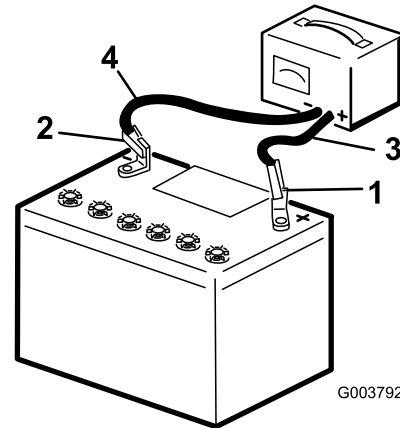

Рисунок 33
2. Заряжайте аккумулятор в течение 10-15 минут током 25-30 Ампер, или 30 минут током 4-6 Ампер (Рисунок 33). Не допускайте избыточного заряда аккумулятора.
3. После полной зарядки аккумулятора отсоедините зарядное устройство от электророзетки, а затем отсоедините провода зарядного устройства от штырей аккумулятора (Рисунок 33).